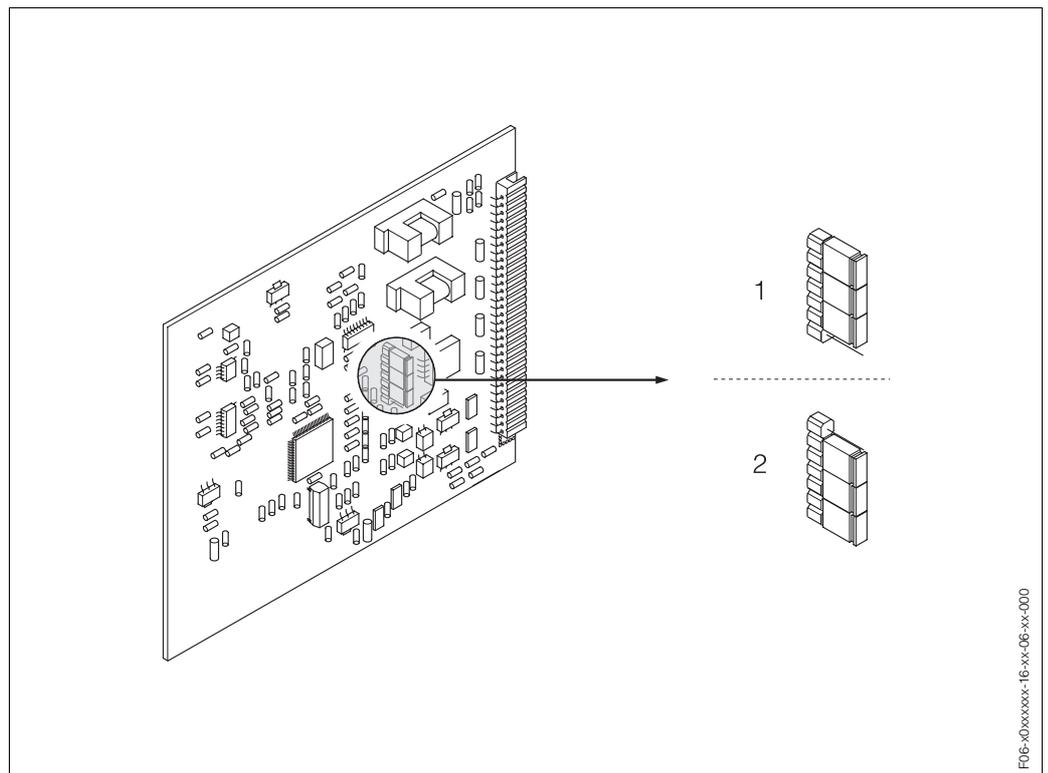

Fig. 47: Configuración de la salida analógica (tarjeta I/O)
3. Coloque los puentes de conexión según lo indicado en la Fig. 47.
Riesgo de destrucción del equipo de medida. Asegúrese de que los puentes de conexión se encuentran exactamente en las posiciones indicadas en la Fig. 47. Si la posición de los puentes de conexión no es la correcta, pueden producirse sobrecorrientes capaces de destruir el equipo de medida u otros equipos externos conectados al equipo de medida.